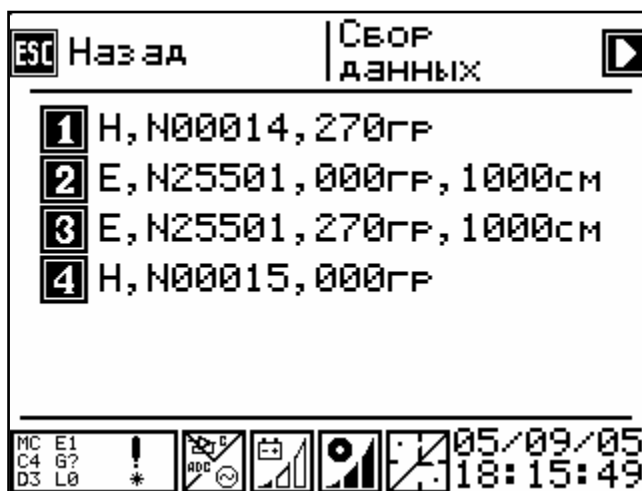

Рисунок 6.3
В данное меню (рисунок 6.3) переход осуществляется по кнопке **1** из главного меню (рисунок 6.1).
- кнопка **ESC**– вернуться в предыдущее меню (рисунок 6.3);